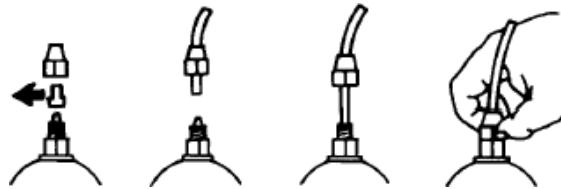

Рис. 7
**e.** – Зніміть захисні ковпачки з двох ніпелів, пропустіть шланг через гайку, одночасно проштовхуючи і обертаючи, вставте шланг в конічне з'єднання ніпеля (зажим шланга). Поворотом гайки зафіксуйте шланг. (Рис. 7)